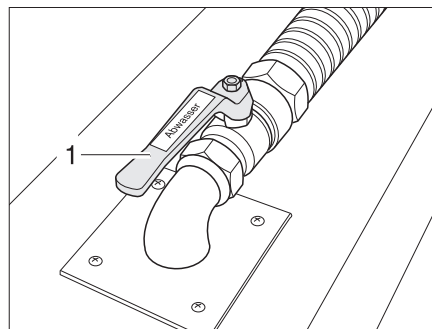

Bild 373 Abwasserhahn
Der Abwasserhahn (Bild 373,1) ist im Doppelboden angebracht. Der Abwasserhahn ist schwarz und durch den Schriftzug "Abwasser" gekennzeichnet.
- Abwasserhahn (Bild 373,2) öffnen. Das Abwasser läuft ab.